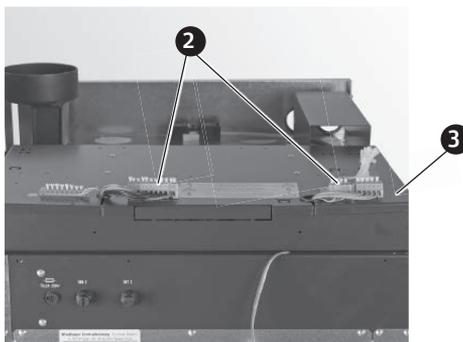

Fig. 119 Morsetti di collegamento (morsetti senza viti con molla a gabbia)
- ▶ I morsetti di collegamento si trovano nel coperchio del quadro di comando (morsetti senza viti con molla a gabbia), mentre nel quadro di comando (sollevare il coperchio) si trova la scheda base – Fig. 119.